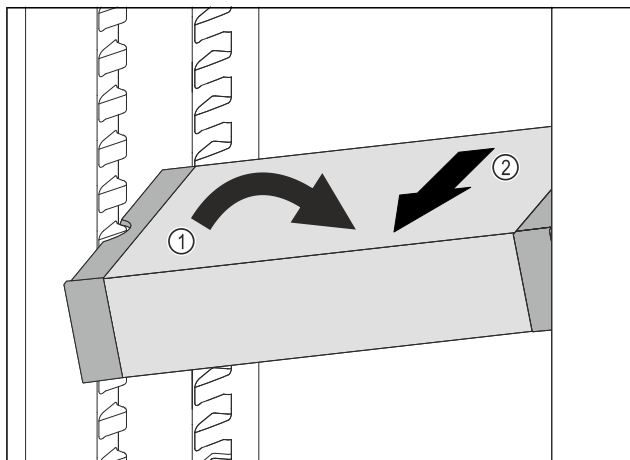

Fig. 73
- ▶ Расположите VarioSafe в холодильном отделении под наклоном. *Fig. 73 (1)*
- ▶ Извлеките VarioSafe движением вперед. *Fig. 73 (2)*